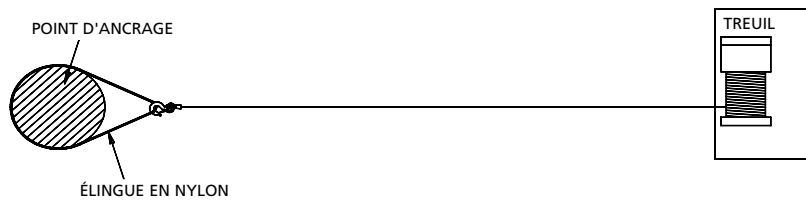

Fig. 11
3. La figure 11 illustre le câblage le plus usité. Une élingue en nylon sert à protéger l'arbre lorsqu'il sert de point d'ancrage et le câble métallique est attaché de façon à utiliser l'élingue. L'usage d'une chaîne ou d'un câble métallique n'est pas recommandé à cause du dommage qu'il risque de causer à l'arbre.